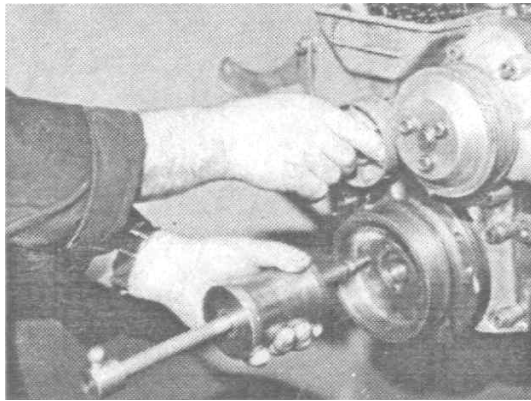

Рисунок 31 – Снятие шкива коленчатого вала
- отвернуть болт стяжной коленчатого вала или храповик и снять шкив коленчатого вала (рисунок 31);